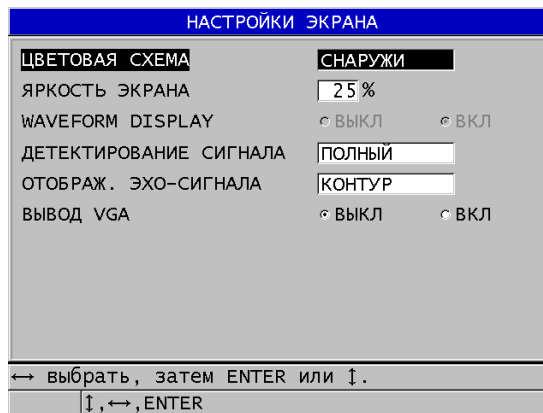

Рис. 4-3 Окно НАСТРОЙКИ ЭКРАНА
2. В окне **НАСТРОЙКИ ЭКРАНА** (см. Рис. 4-3 на стр. 60) выберите необходимый параметр и задайте нужное значение: